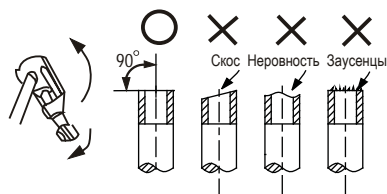

Рис. 9-1
- Отрежьте трубу необходимой длины с помощью трубореза (см. рис. 9-1).